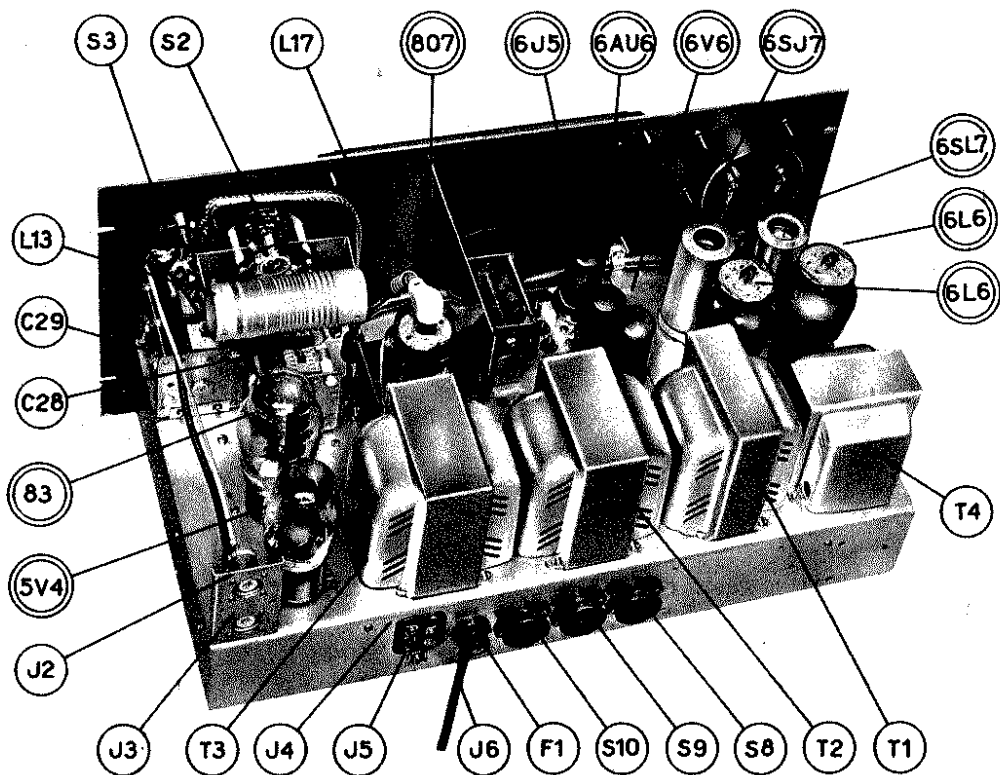

Fig. 4.2 - disposizione delle valvole e di altri organi. - Rear view; location of tubes and main components.
Nella parte posteriore sono accessibili (vedi fig. 4-2):
Rear Side of Transmitter (see fig. 4-2):
- a) Al terminale antenna del ricevitore. Questo collegamento va effettuato con un cavo schermato a bassa capacità e piuttosto corto, cioè della lunghezza minima compatibile con la distanza del ricevitore, non superiore in ogni caso da  $50 \div 70$  cm. Per il collegamento al trasmettitore si userà l'apposito attacco schermato che si innesterà nella presa inferiore (J3 di fig. 4.2) del trasmettitore, mentre l'altra estremità verrà collegata rispettivamente col conduttore e la calza alla presa di terra del ricevitore. L'impiego di un cavo schermato per tale connessione è importante per evitare che si inducano tensioni troppo forti, durante il funzionamento del trasmettitore, nel circuito di entrata del ricevitore.
- b) Il collegamento tra antenna e presa di antenna del trasmettitore, sarà effettuato con cavo schermato, oppure con un filo semplice a seconda del tipo di antenna impiegato (vedi paragr. 5). In ogni caso verrà impiegata per l'inserzione dell'antenna la nostra presa per cavo schermato che verrà inserita nell'attacco superiore (J2 di fig. 4.2) del trasmettitore.
- c) Sarà bene predisporre una buona presa di terra, la quale sarà collegata all'apposito morsetto del trasmettitore (J5 di fig. 4.2) mediante uno spezzone di filo di rame di sufficiente sezione ( $1,5 \div 2$  mm2) il più corto possibile.
- d) Circuito interruzione alta tensione ricevitore. I morsetti 1-2 posti sulla morsettiera (J4 di fig. 4.2) vengono dal commutatore « Trasmissione-Ricezione » cortocircuitati fra loro nella posizione « Ricezione » mentre restano separati, isolati fra di loro, nella posizione « Trasmissione » allo scopo di togliere la tensione anodica al ricevitore durante il funzionamento in trasmissione. Nel ricevitore perciò occorrerà aprire il circuito dell'alta tensione ed i due capi saranno collegati, mediante due fili intrecciati fra di loro, ai due morsetti 1 e 2. Il conduttore per tale connessione non ha particolari requisiti purchè abbia un isolamento sufficiente; potrà essere usato uno spezzone di treccia o piattina luce. I due conduttori potranno essere anche scambiati fra di loro e per comodità di smontaggio e di installazione sarà bene inserire su questo spezzone una presa volante maschio e femmina del tipo luce, mettendo il maschio dal lato del trasmettitore e la femmina dal lato del ricevitore.
- d) Receiver High Voltage Interruption Circuit. Pins 1 and 2 of terminal J4 (fig. 4-2) are shortcircuited by the « Transmission-Reception » switch, if it is in position for « Reception »; they are separated if this switch is in position for « Transmission »; this makes it possible to cut off the receiver plate voltage during transmission periods. The receiver plate voltage circuit, therefore, must be opened and connected to pins 1 and 2 of terminal J4 by 2 insulated wires. There are no special requirements as to these wires besides affording sufficient insulation; hook-up wire or a piece of line cord may be used; both connections may be interchanged. To facilitate easy removal of this connection, it is suggested to place a male-and-female plug combination into this connection, the male part of which should be wired to the transmitter, the female one to the receiver.